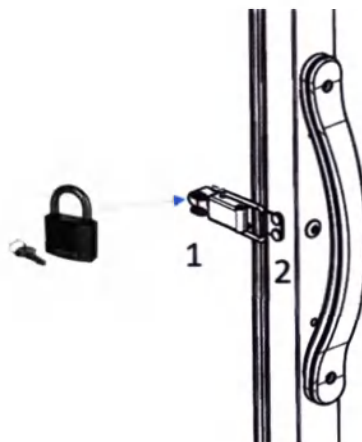

Рисунок 7 – Замок механический типа «latch-lock»
2. Механический замок типа «latch-lock» (PH-500 [R290], PH-600 [R290]) – рисунок 7. Кронштейн 1 на холодильнике захватывает кронштейн-зацеп 2 на двери посредством скобы. Кронштейн отводится назад, устанавливается навесной замок в отверстия кронштейна.